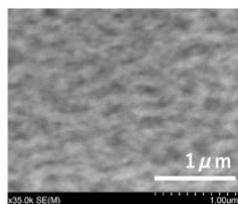
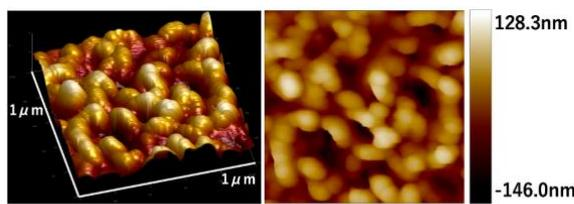

Fig.1 SEM image for the sample
Fig.2 AFM image for the sample
**【実験結果】** 薄膜の形成には、Ultratech/Cambridge Nanotec 社製の型式 Fiji G2 の ALD 装置を用いた。3 インチの Si 基板に 37nm の  $\text{Al}_2\text{O}_3$  薄膜を成膜後、90°Cに加熱した純水中にサンプルを浸漬させた。この熱水処理により、高さ約 260nm、構造寸法 300nm 程度のナノ構造が形成される(2)。得られたサンプル上に、ALD 法によって白金薄膜を成膜した。成膜温度は 250°Cであり、プリカーサとしてトリメチル (メチルシクロペンタジエニル) プラチナ ( $\text{C}_5\text{H}_4\text{CH}_3\text{Pt}(\text{CH}_3)_3$ ) を用いた。試作したサンプルの表面形状を、走査型電子顕微鏡 (SEM) と原子間力顕微鏡 (AFM) を用いて評価した。測定結果を Fig. 1 と Fig. 2 に示す。これらの測定結果より、表面に白金を有するナノ構造が形成されていることが確認された。ナノ構造の高さは約 270nm、構造寸法は 300nm 程度であり、 $\text{Al}_2\text{O}_3$  のナノ構造と、ほぼ同等であることが確認された。